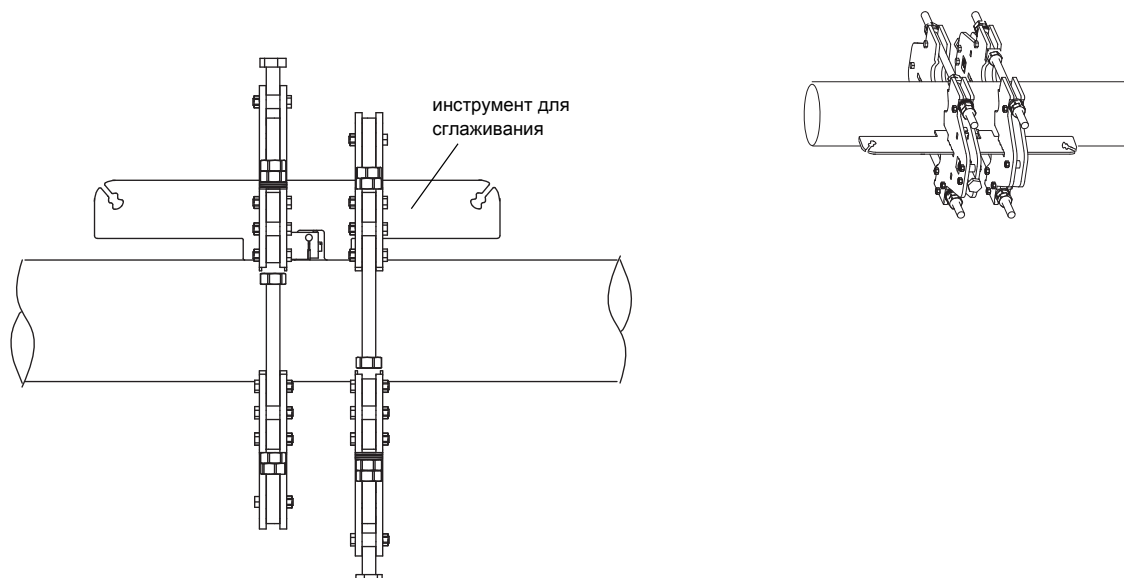

Рис. 3.4: Выравнивание прорезей для стыковочных пластин креплений к трубе
- Выровняйте прорези для стыковочных пластин креплений к трубе с помощью инструмента для сглаживания. Он должен легко проходить через обе прорези для стыковочных пластин креплений к трубе на обеих сторонах трубы (смотри Рис. 3.4).
- Выровняйте прорези для стыковочных пластин креплений к трубе. При расположении отражения используйте при этом инструмент для сглаживания. Он должен легко проходить через обе прорези для стыковочных пластин креплений к трубе на обеих сторонах трубы (смотри Рис. 3.4).